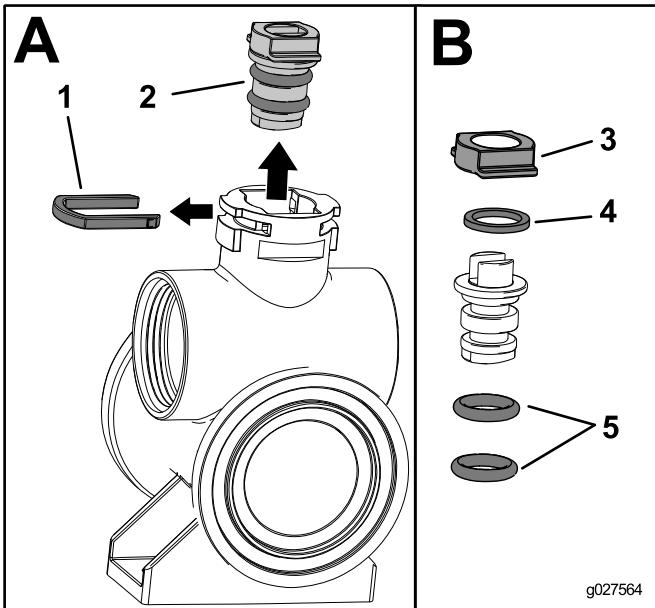

Рисунок 3
- Снимите держатель захвата штока (вид А; Рисунок 3).
14. Снимите шток клапана в сборе (вид А; Рисунок 3), дотянувшись до него рукой внутри корпуса клапана.
15. Снимите держатель штока, упорную шайбу и 2 уплотнительных кольца штока клапана со штока клапана (вид В; Рисунок 3).